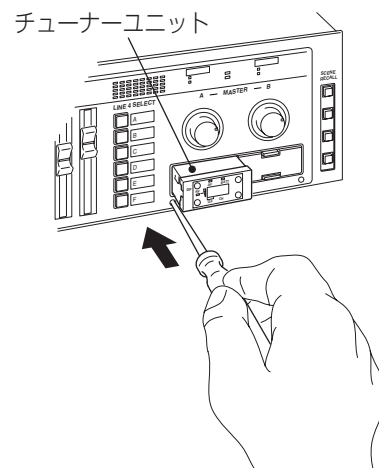

図2
- 2 チューナーユニット下方の穴にシャフト径2~4mm以内、シャフト長30mm以上のドライバーを差し込み、チューナーユニットを取り出します。(図2)